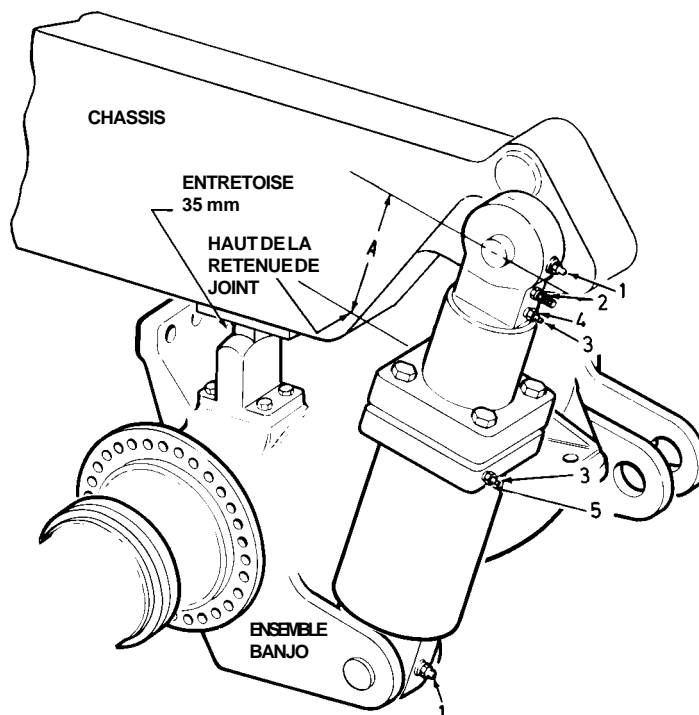

Fig. 5 - Repose du cylindre amortisseur
**Note:** Si les bagues de roulement peuvent toujours être utilisées, assemblez avec du fil les coupelles et les cônes correspondants pour l'accouplage lors du remontage. L'ensemble de roulement (22) peut être remplacé comme un ensemble uniquement. Si un composant est défectueux, l'ensemble complet doit être remplacé.
10. A l'aide d'un extracteur de roulement adéquat, similaire à celui indiqué dans la Fig. 5, déposez le cône intérieur (22D) de l'arbre du pignon satellite (23).
11. Déposez la connexion arrêtée d'un coup de poinçon sur l'extrémité de l'arbre du pignon satellite (23), à l'aide d'un extracteur de roulement adapté, voir la fig. 5, déposez le roulement le palier d'extrémité (25) de l'arbre du pignon satellite (23).
6. Déconnectez l'ensemble de flexibles d'interconnexion (3, Fig. 5) du couvercle d'accès (3). Montez les capuchons borgnes sur la conduite.